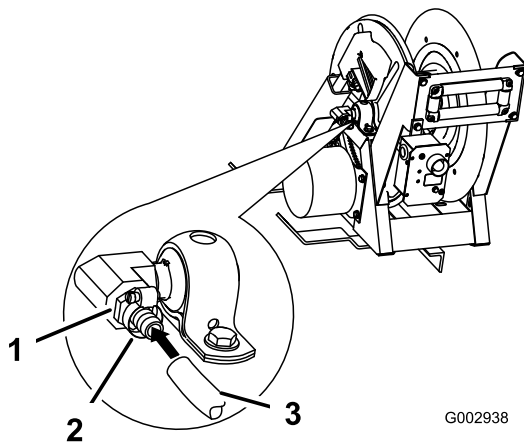

Bild 44
21. Wickeln Sie Teflonband links um das Gewinde der gezahnten Armatur (3/4 Zoll) und setzen Sie sie in den Einlassanschluss seitlich vom Schlauchwagen ein (Bild 44).